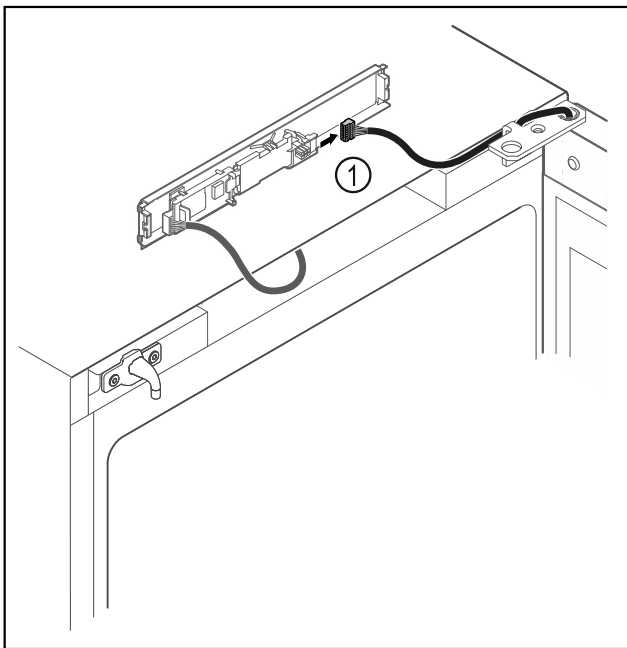

Fig. 10
- Stecker Fig. 10 (1) von Platine abstecken.